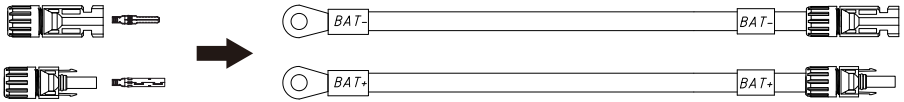

Figura 4.13
1. Saque los dos conectores de la batería del paquete y enrósquelos como se muestra en la Figura 4.13.